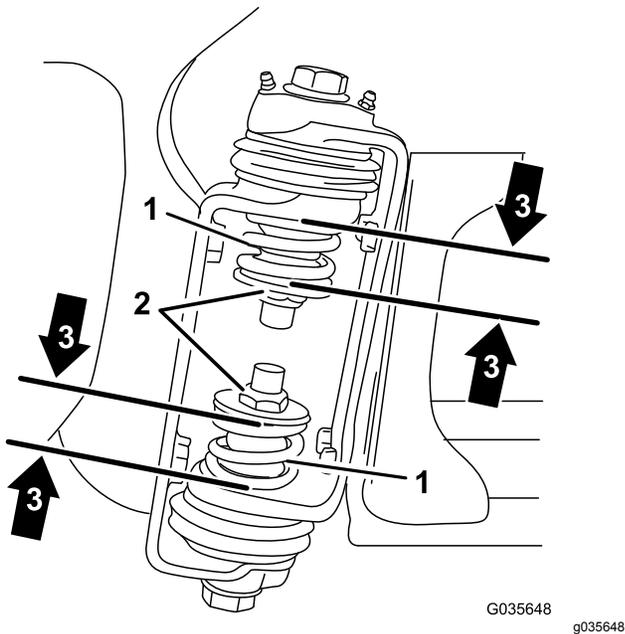

Figura 4
3. Na dobradiça da rampa, meça a compressão das molas superior e inferior enquanto as rampas estão na sua posição estendida (Figura 4).